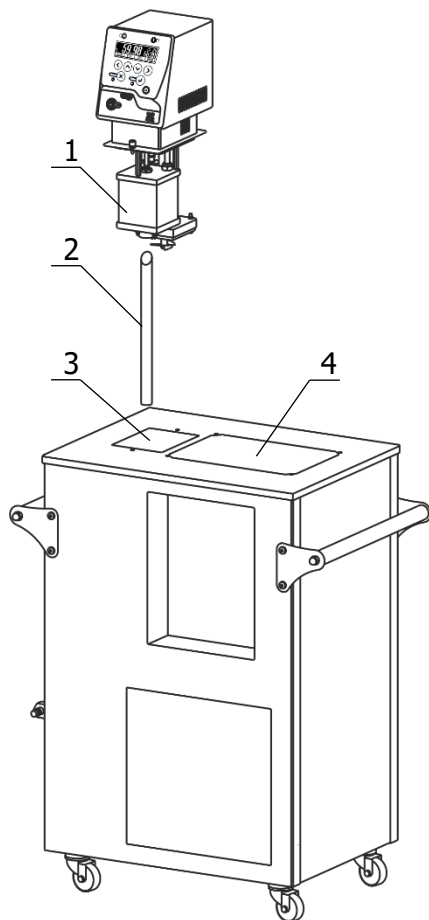
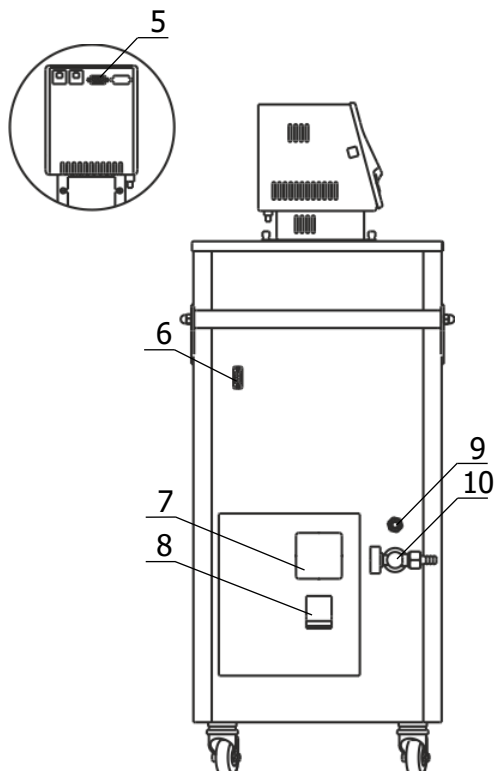

Рисунок 3 — Установка блока регулирования температуры
Рисунок 4 — Боковая панель термостата
2.2.3 Вставить выходную трубку 2 (рисунок 3) в переходное отверстие на дне основной ванны термостата коническим концом вверх, как показано на рисунке 3.
2.2.5 К переливному штуцеру 9 (рисунок 4) присоединить гибкий шланг, второй конец которого опустить в емкость для сбора излишков теплоносителя объемом 1.5–2 л.
2.2.6 Заполнить ванну термостата теплоносителем через отверстие над рабочей ванной 4 (рисунок 3) до момента начала слива теплоносителя из штуцера 9 (рисунок 4).
2.2.7 Вставить вилку сетевого кабеля блока регулирования в розетку 7 (рисунок 4). Соединить кабелем из комплекта поставки блок регулирования температуры (разъем 5) и холодильную машину (разъем 6). Сетевой кабель термостата подключить к питающей сети. Для этого в лабораторном помещении должна быть установлена электрическая розетка из комплекта поставки термостата.
2.2.9 При первом запуске термостата необходимо включить блок регулирования в режиме прокачки в соответствии с документом ТКЛШ 3.222.009-11 РЭ «Блоки регулирования температуры погружные циркуляционные М11, М11М серии МАСТЕР». При работе циркуляционного насоса уровень теплоносителя в рабочей ванне поднимается, и теплоноситель начинает равномерно переливаться в основную ванну. При этом уровень теплоносителя в основной ванне падает, что может привести к срабатыванию защиты от недостаточного уровня теплоносителя. Доливать теплоноситель следует до момента начала слива из переливного штуцера 9 (рисунок 4).
Причина отсутствия перелива — неправильная работа насоса, вызванная воздушной пробкой, образовавшейся в резервуаре 1 (рисунок 3). Для ее устранения необходимо:
2.2.10 Крышку для установки вискозиметров 3 (рисунок 1) разместить над отверстием рабочей ванны 4 (рисунок 3) и зафиксировать винтовыми фиксаторами из комплекта поставки.
2.4.2 Надеть сливной шланг из комплекта поставки на кран 10 (рисунок 4) и закрепить его хомутом. Свободный конец шланга опустить в емкость для сбора теплоносителя объемом, превышающим объем термостата.